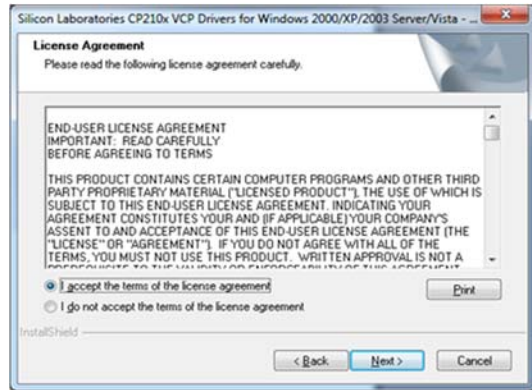

Рисунок 8.9
– на екрані з'явиться вікно (рисунок 8.9), встановити позначку "I accept the terms of the license agreement". Виконати встановлення, як показано на рисунку, і клацнути по кнопці **Next**;